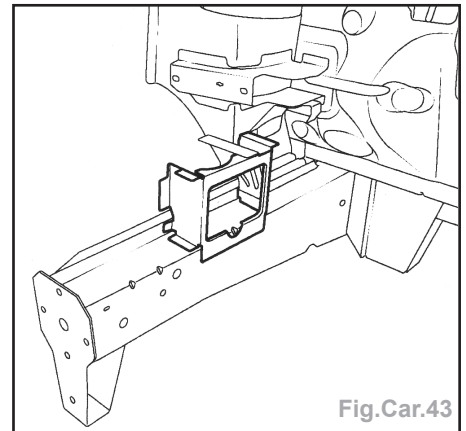

Fig.Car.43
**Nota :** les points de soudure au niveau du longeron et de la coupelle d'amortisseur devront être effectués par bouchonnage (Fig.Car.43).